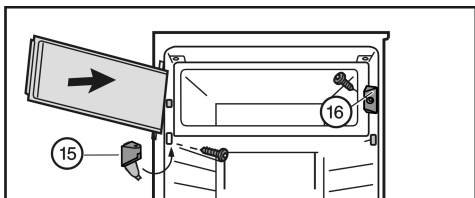

Fig. 8
- Sluitstuk Fig. 8 (16) monteren.
- Lagerbus Fig. 8 (15) monteren en afdekking dichtklappen.